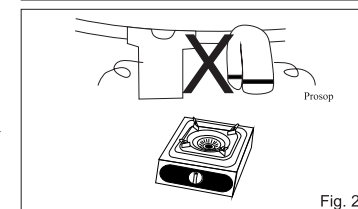

Fig. 2
- Folosiți numai pentru gătit. Nu uscați prosoape, haine, etc. pe plita pe gaz (fig.2)